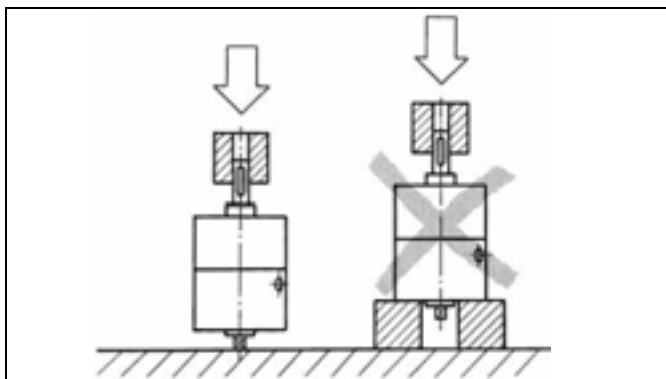

Fig. 4: Carga directamente sobre el eje
- ▶ Si se coloca una carga sobre el eje del actuador de giro, el propio eje debe absorber la fuerza. Véase la Fig. 4.